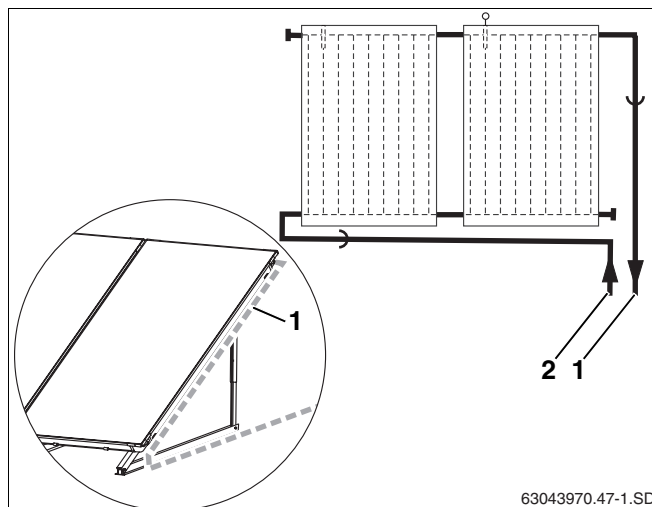

Fig. 55 Conexión de los tubos colectores al campo de colectores
- ▶ La tubería de impulsión del lugar de instalación (fig. 55, **pos. 1**) deberá discurrir a lo largo del colector y no hacia abajo en vertical.